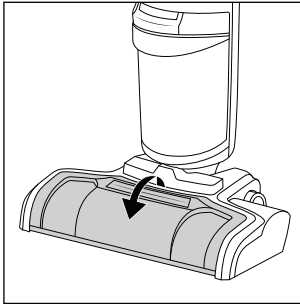

Fig. 33
- ◆ Prindeți protecția de stropire **7** în partea de sus a mânerului (PULL) și trageți-o în față pentru a o scoate din bază **3** (a se vedea fig. 33).